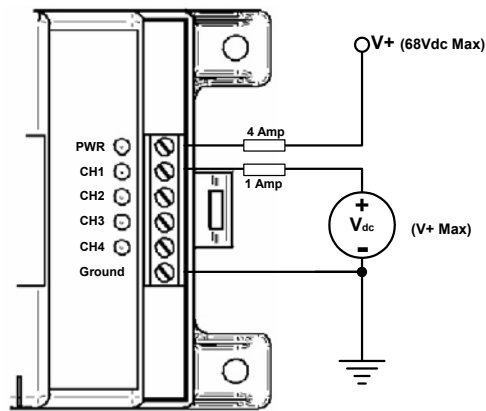

Figura 25. Medición del voltaje
Un canal configurado como Deshabilitado (entrada) puede medir las señales de voltaje externas, como se muestra en la Figura 25. La fuente de voltaje de entrada debe tener la misma conexión eléctrica a tierra que la del Relay Driver. Este tipo de medición comúnmente se conoce como *entrada de terminación única*.
Un ejemplo de red de Bus medidor se muestra en la Figura 25. Un Controlador TriStar proporciona energía a la red de Bus medidor. También hay dos (2) Relay Drivers montados en carril DIN y un Medidor remoto TriStar en la red. No importa en qué orden estén conectados los dispositivos en la red de Bus medidor.